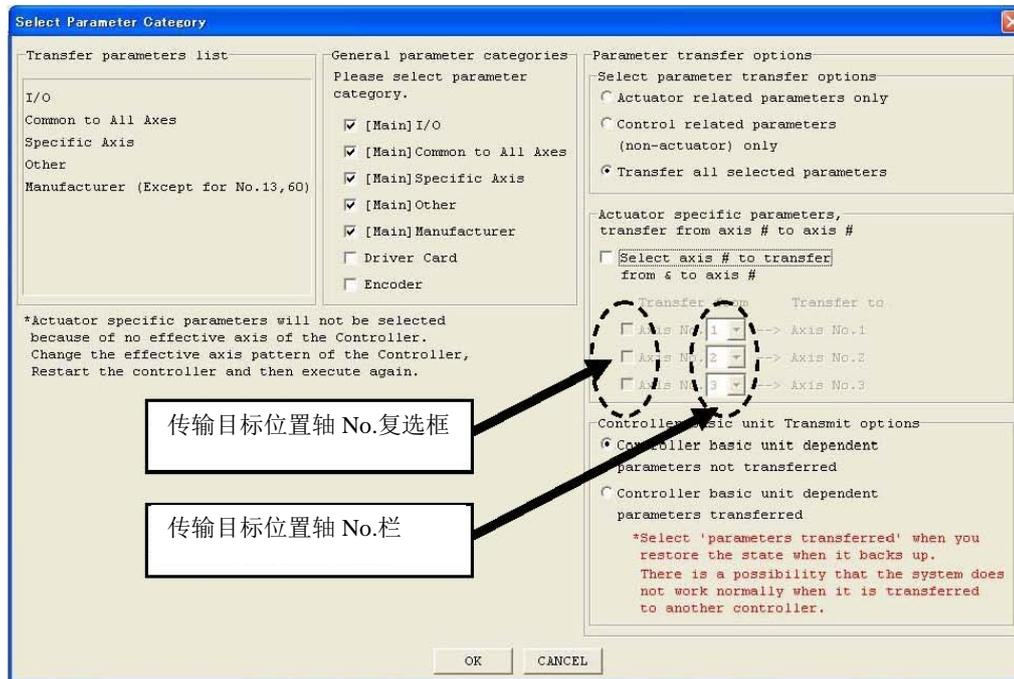
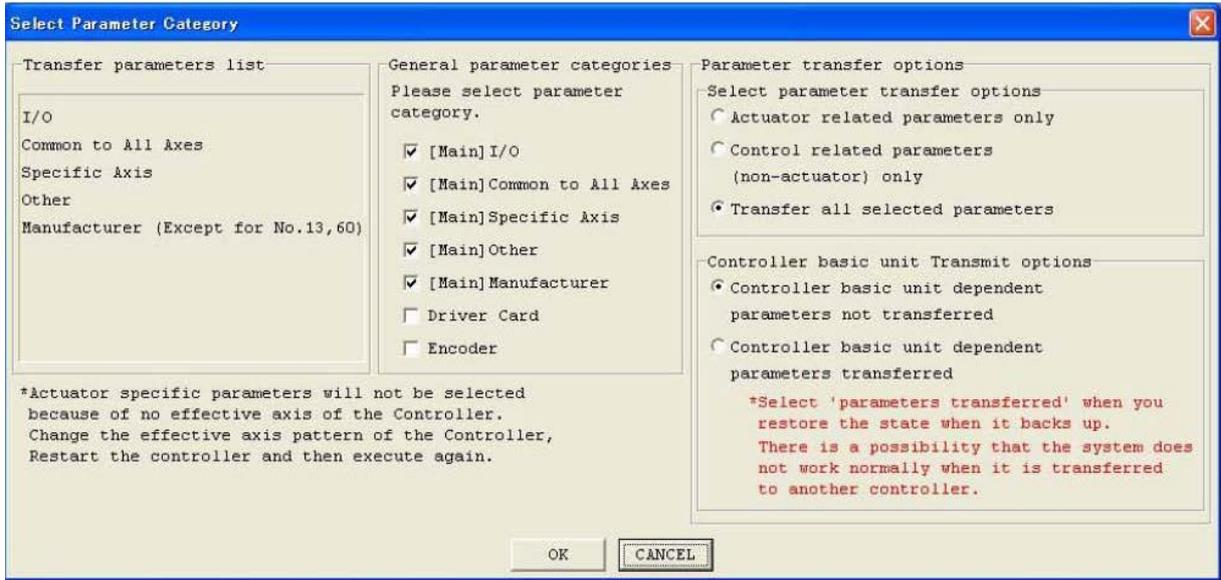

图 8.14 传输参数类别选择窗口
图 8.15 传输参数类别选择窗口(X-SEL-JX/KX)
- (1) 经 **File** → **Open** 或按相应按钮后，选择作为传输对象的参数文件，将其导入电脑软件，打开参数编辑窗口。
- (2) 点击参数编辑窗口的 **Transfer to Controller** 按钮。
- (3) 将显示传输参数类别选择窗口(图 8.14)。对于 X-SEL-JX/KX 的情况，所显示的画面(图 8.15)上将不显示“**Actuator specific parameters,transfer from axis # to axis #**”。